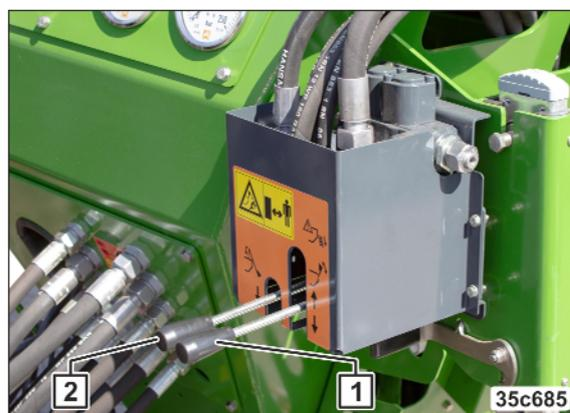

Рис. 215
2. Включите блок управления (Рис. 215/1).
17. Включите блок управления (см. Рис. 215/1) и сложите загрузочный шнек в транспортное положение.